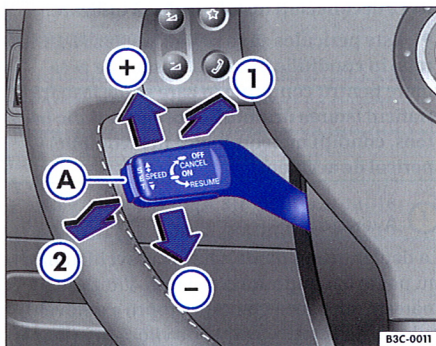

Fig. 128 Elementul de comandă al instalației de reglare a vitezei de croazieră
– Apăsăți o dată scurt tasta ⇒ pagina 140, fig. 128” ①, când s-a atins viteza pe care doriți să o introduceți în memorie. Sau
– Trageți maneta peste prima treaptă, spre volan ⇒ pagina 140, fig. 128” ①.